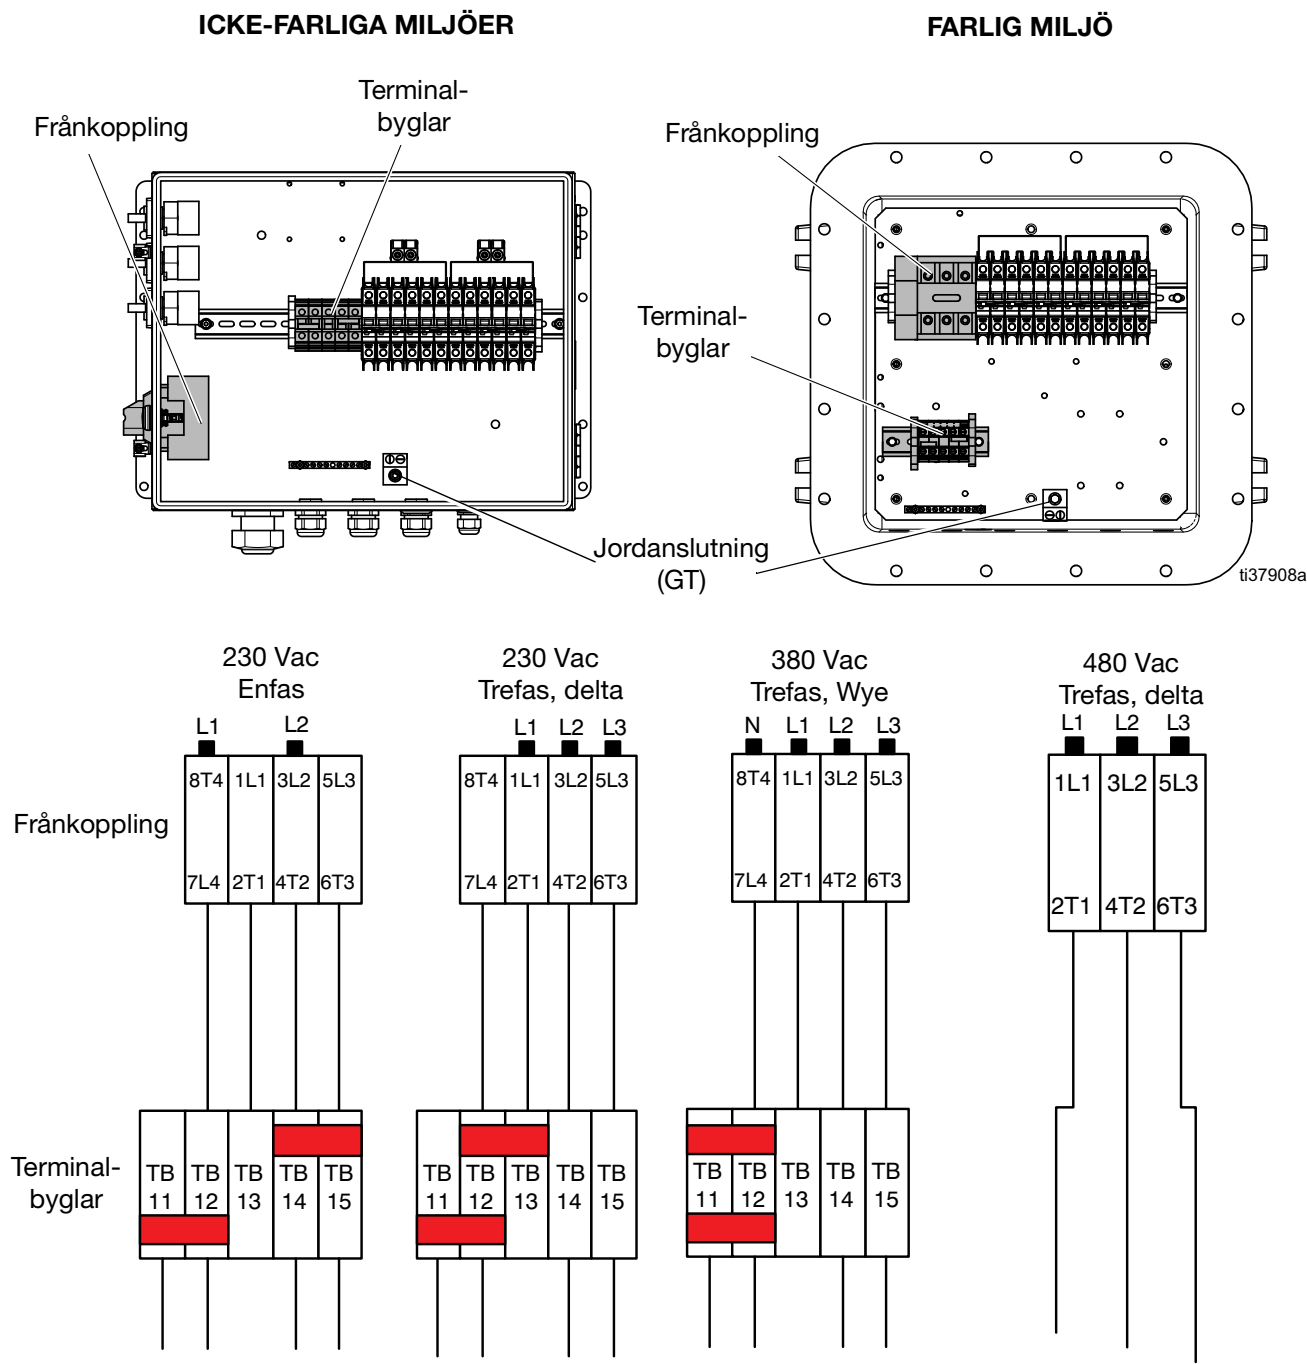

FIG. 7: XM-kopplingsschema
4. Anslut jordledningen till jordskruven (GT). Se FIG. 7 på sidan 30.
5. Anslut nätsladden till frångkopplingen enligt FIG. 7, sidan 30. Dra åt ledare till moment 6,2 N•m (55 in-lb). Dra försiktigt i alla anslutningar för att kontrollera att de är ordentligt fastsatta.
6. **Endast för icke-farliga platser:** Dra åt dragavlastningen (BH).
7. Anslut de medföljande terminalbyglarna vid de punkter som visas i FIG. 7, sidan 30.
8. Kontrollera att alla objekt är korrekt anslutna så som visas i FIG. 7, sidan 30 och stäng sedan elskåpsdörren.